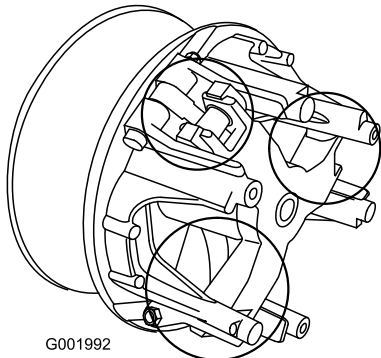

Figura 55
- Lubrique las piezas en movimiento en las zonas indicadas en Figura 55 usando Spray Lubricante Seco Toro, disponible a través de su Distribuidor o Consesionario Autorizado Toro.